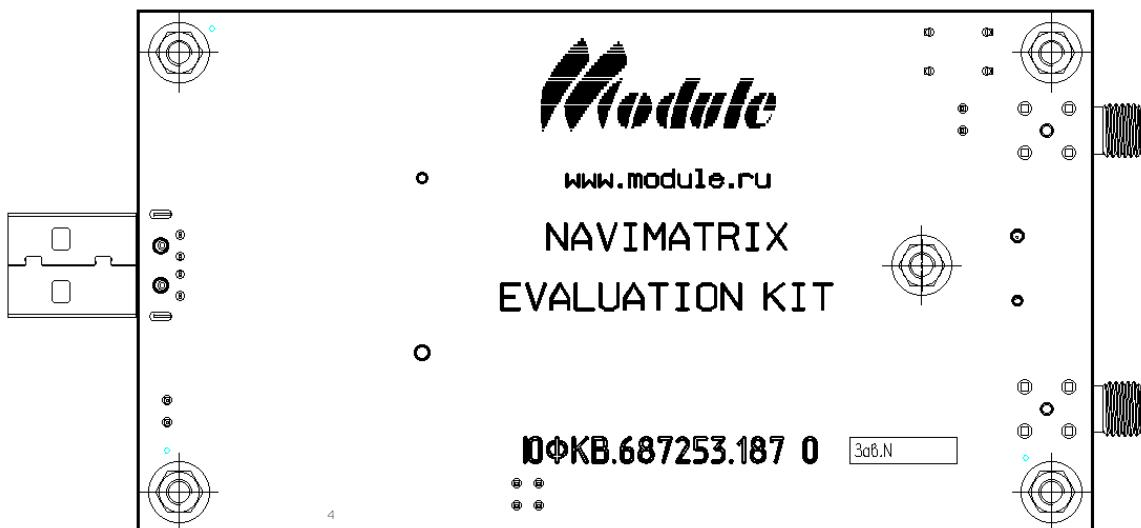

Рисунок 1.11 – Маркировка на тыльной стороне (bottom) NVMXEvKit
1.5.1 NVMXEvKit содержит маркировку, расположенную на лицевой (top) стороне изделия (в соответствии с рисунками 1.8, 1.9 настоящего РЭ) и тыльной (bottom) стороне (рисунок 1.11) и на шильдике модуля навигационного приёмника в составе NVMXEvKit.